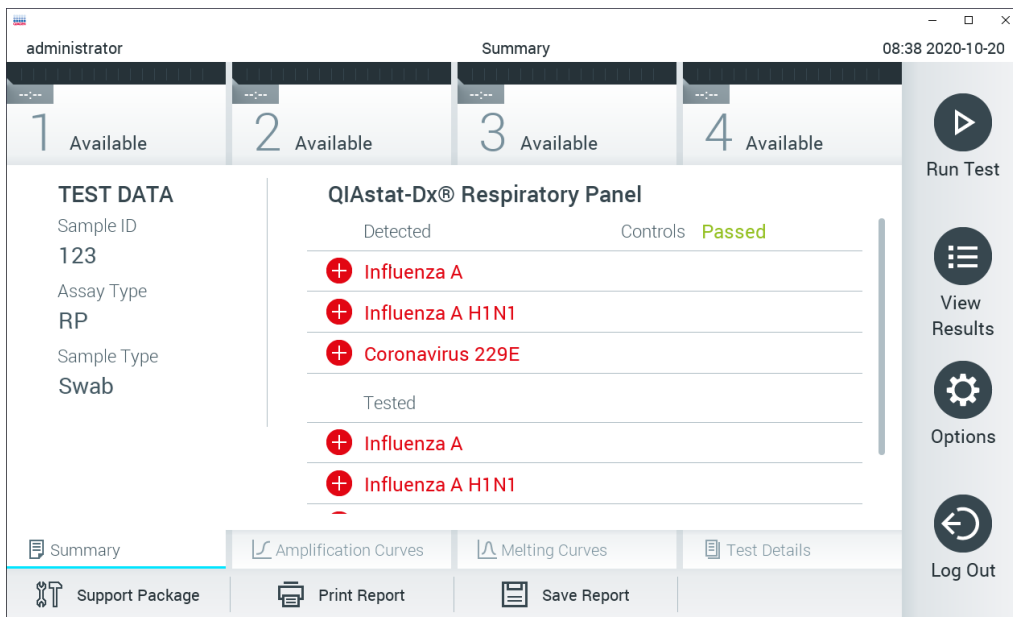

図 30. 結果サマリー画面。
11. QIAstat-Dx assay cartridge がイジェクトされた後に、結果サマリー画面が表示されます (図 30)。詳細は、セクション 5.5 を参照してください。